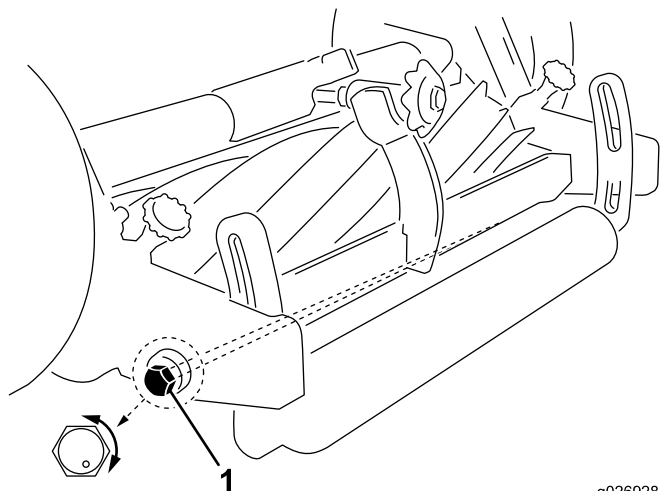

Figura 6
6. Ajuste el paralelismo entre la contracuchilla y el molinete girando el perno de pivote izquierdo de la barra de asiento (Figura 6). El perno de pivote izquierdo tiene una rosca excéntrica que al girar actúa como leva para elevar o bajar la barra de asiento. En el perno del pivote izquierdo hay un punto de orientación (Figura 6) que indica la posición de la rosca del perno. Cuando el punto está hacia arriba (Figura 6), el extremo izquierdo de la barra de asiento está elevado. A medida que el perno gira en sentido